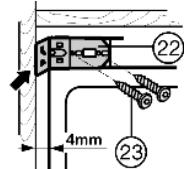

Fig. 11
- Befestigungswinkel Fig. 11 (22) mit Schrauben Fig. 11 (23) anschrauben.